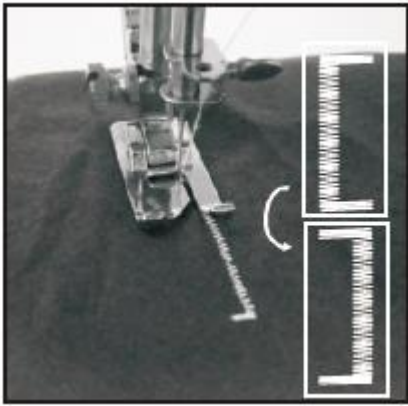

Abb. 18
- 5) Podignite stopicu i rotirajte tkaninu za 180 ° (Abb. 18).